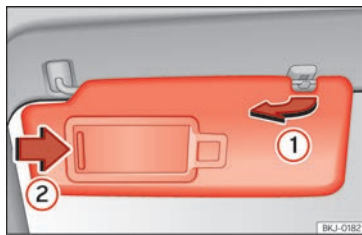

Abb. 77 Sonnenblende.
- Die Sonnenblende kann aus der Befestigung entnommen und zur Tür gedreht werden »» (Abb. 77) ①.